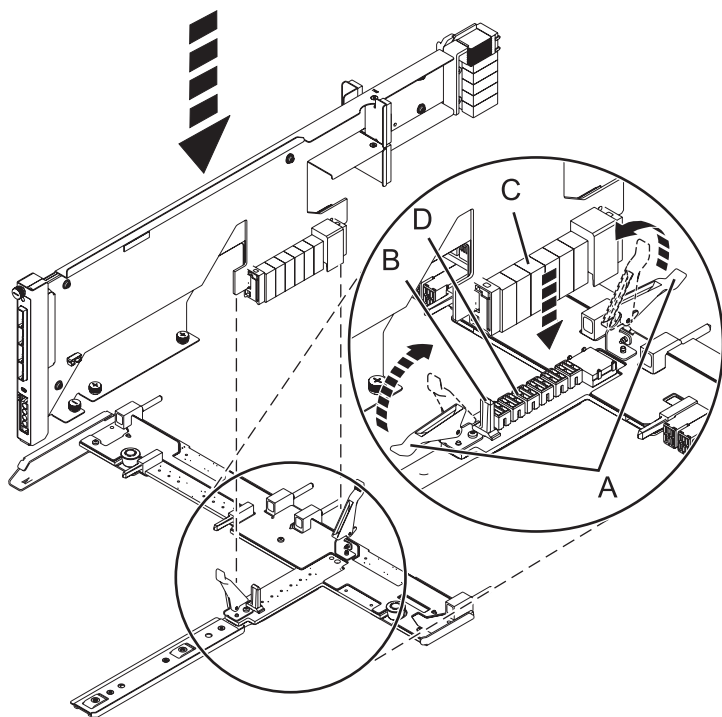

Figura 87. Instalación de la tarjeta de conducto SAS en la placa central
- a. Coloque el conector de la tarjeta (C) en la conexión media (D) utilizando la guía (B) para asegurar una buena conexión.
- b. Levante el asa (A) para ajustar la tarjeta de conducto SAS en la placa central, según se muestra en Figura 87.